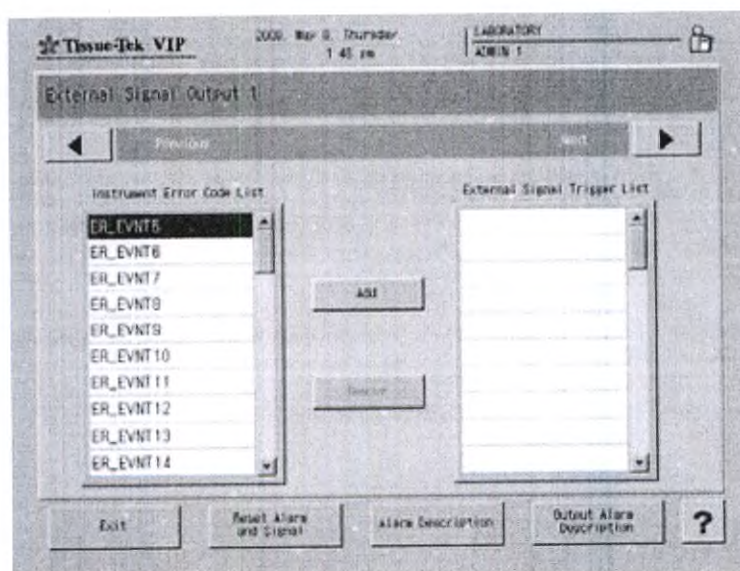

Рис. 56 Настройка тревожного списка
4. Нажмите кнопку «**Remove**» (Удалить), чтобы удалить код ошибки из «тревожного списка» (Рис. 56).